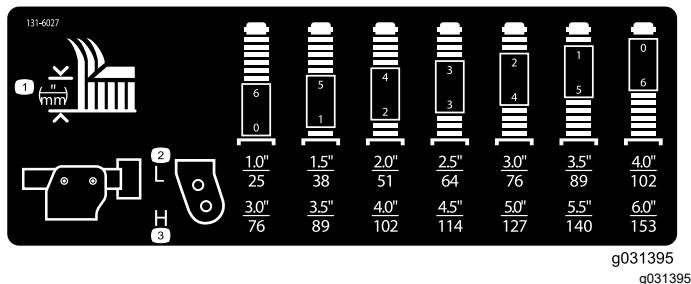

Figure 22
3. Placez les essieux des roues pivotantes dans les mêmes trous sur toutes les fourches ; voir le tableau pour déterminer les trous corrects pour la hauteur de coupe choisie (Figure 22).